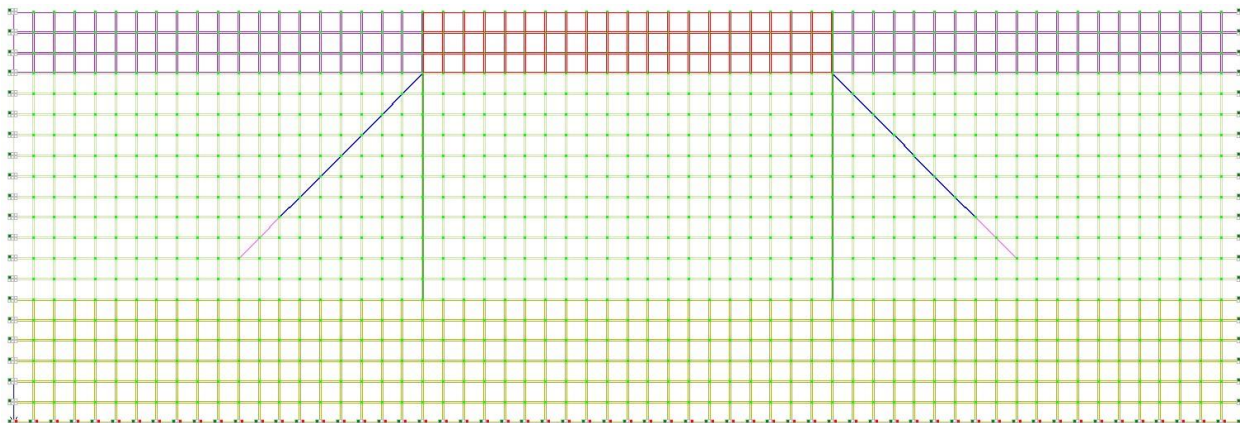

Рис. 10.22. Виділення елементів 1-го шару основи всередині основи
- При активній кнопці  – **Відмітка елементів** в розкритому списку **Відмітка елементів** на панелі інструментів **Панель вибору**, за допомогою курсору виділіть елементи 1-го шару основи всередині елементів огорожі розтягування «рамки вибору» зліва направо, як показано на рис. 10.22.